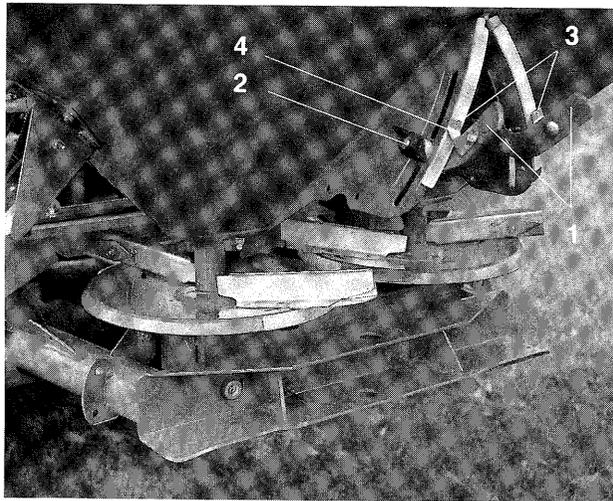

Fig. 7.5
Für die gewünschte Streumenge wird die erforderliche Schieberstellung über die beiden Stellhebel (Fig. 7.5/1) eingestellt. Stellhebel bilden Anschlag für Schieber, so daß unterschiedliche Öffnungsquerschnitte der Durchlaßöffnungen einstellbar sind. Die jeweils erforderliche Schieberstellung wird entweder **mit** (serienmäßige Ausstattung) oder **ohne** Streutabelle mittels Abdrehvorrichtung (Sonderausstattung) ermittelt.
- Flügelmutter (Fig. 7.5/2) lösen.
- Ablesekante (Fig. 7.5/3) von Stellhebelzeiger (Fig. 7.5/4) auf aus Streutabelle entnommenem Einstellwert (Schieberstellung) einstellen.